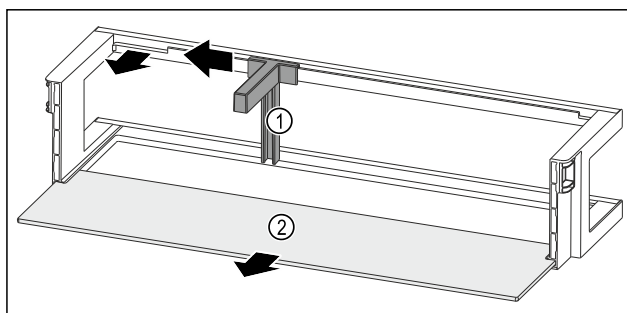

Fig. 243 Balconnet de contre-porte avec range-bouteilles et tablette de rangement
- ▶ Pousser le range-bouteilles Fig. 243 (1) sur le côté jusqu'à l'évidement.
- ▶ Retirer le range-bouteilles Fig. 243 (1).
- ▶ Retirer la tablette de rangement Fig. 243 (2).